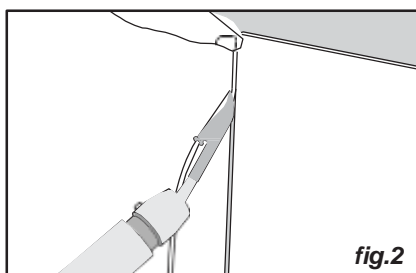

fig. 2
- Colocar a junta de cima para baixo, mantendo a pressão sobre o ponto de partida com um dedo (fig. 2).
- Utilizar uma pistola de junção de silicone para colocar uma tira de silicone ao longo do comprimento da junta (fig.2).